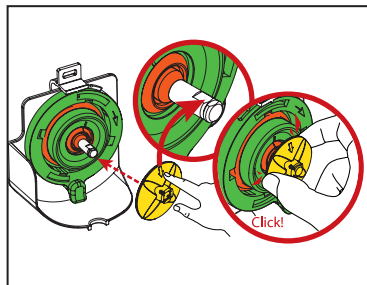

Рис. 3
2. Установите установочную пластину на мотор и вал смесителя. Поверните венчик таким образом, чтобы стрелка была направлена на лыску на валу. Прижмите венчик на вал так, чтобы он защелкнулся на месте. (См. рис. 3)